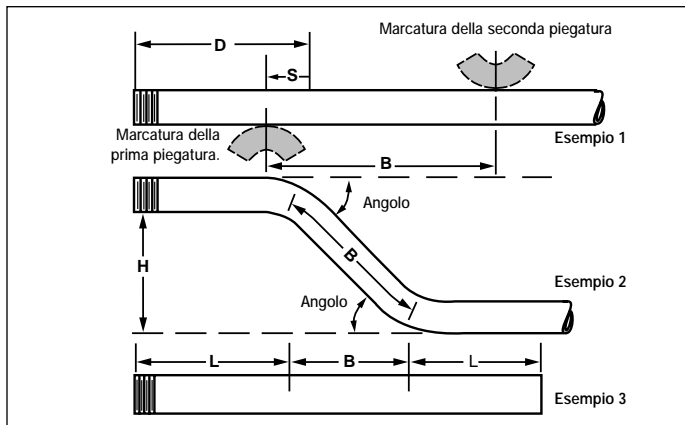

Figura 7
- Determinare l'angolo desiderato per la piegatura sfalsata. Trovare e marcare la prima piegatura alla distanza (D) meno (S) dall'estremità del tubo, seguendo la sezione 7.2, "Istruzioni per piegatura a curvatura", Nr. 2 e 3.
- Trovare la dimensione (B) dalla Tabella degli spostamenti (offset) 4, usando lo stesso angolo di piegatura usato per trovare la posizione della prima marcatura. NOTA: per qualsiasi spostamento richiesto (H), sono date le dimensioni massime del tubo che può essere piegato con gli angoli dati.
- Marcare la misura della seconda piegatura (B) sul tubo come illustrato (Figura 7, Esempio 1).